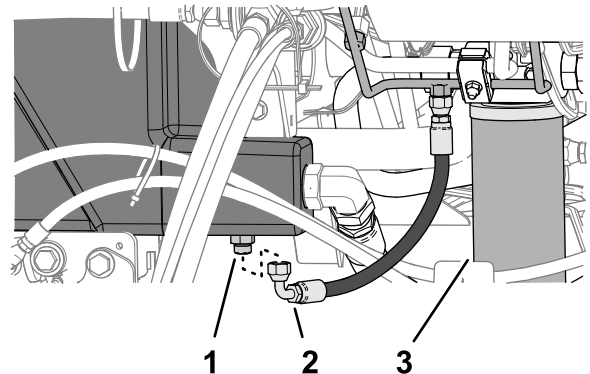

Bild 151
2. Stellen Sie eine große Auffangwanne unter das gerade Anschlussstück (**Bild 151**) des Hydraulikölbehälters, siehe Hydraulikölmenge \(Seite 83\).